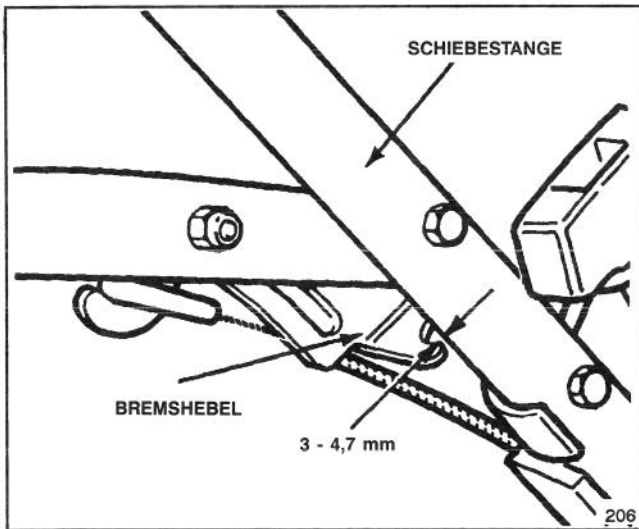

Abbildung 29
2. JUSTIERUNG ÜBERPRÜFEN (Abb. 29)—Antriebshebel zur Schiebbestange bewegen, bis das Kabel straff ist. Abstand zwischen Bremskabel und Schiebbestange muß 3 - 4,7 mm betragen. Siehe Schritt 3 für Justierung.